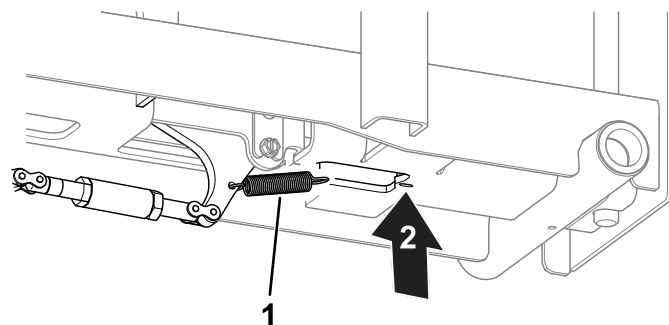

Figure 15
9. Accrochez le ressort à la butée de roue et au bas de la rampe (Figure 15).